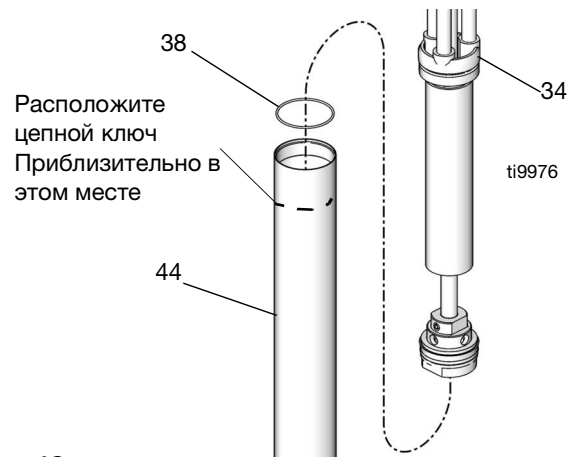

Рис. 18
6. Извлеките всасывающий патрубок (44) из корпуса насоса (34). См. Рис. 18.
7. Проверьте уплотнительное кольцо (38) на корпусе насоса и всасывающий патрубок на наличие повреждений. См. Рис. 18.